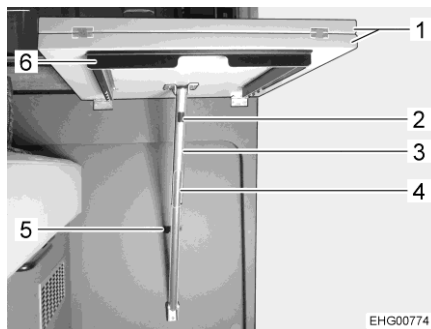
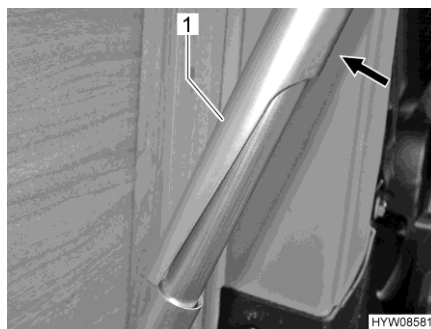

Fig. 53 Tavolo sospeso (ripiegato)
Fig. 55 Piede di sostegno (sbloccato)
- Estrarre il telaio di stabilizzazione (Fig. 53,6) (se presente).
- Spingere in dentro il telaio di stabilizzazione (Fig. 53,6) (se presente).
- Sollevare leggermente i piani del tavolo (Fig. 53,1).
- Premere indietro l'asta superiore (Fig. 53,3 o risp. Fig. 55,1). Per farlo, premere sulla zona nera (Fig. 53,2).
- Ribaltare in basso il tavolo. Così facendo l'asta superiore si spinge sull'asta inferiore (Fig. 53,4).
- Spingere il puntello nel supporto a parete (Fig. 53,5).